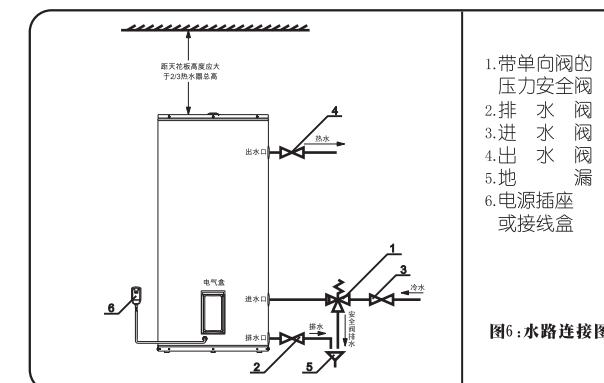

图6:水路连接图
- 为防止热水管路散热及冷水管路冻坏，应对冷水管路进行保温，保温层厚度应大于15mm，各种水管连接参见图6。